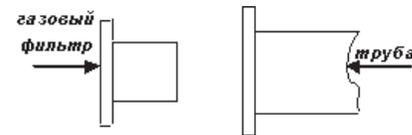

Рис. 4
**Перед присоединением** к газовой сети, установить газовый фильтр во внутреннюю полость трубы, согласно рис. 4 (для плит с газ-контролем).